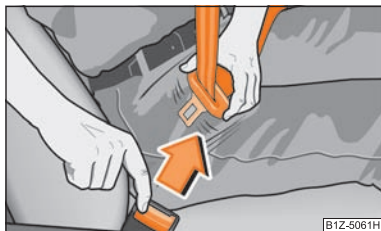

Fig. 94 Retirar la lengüeta del cierre del cinturón
- Pulse la tecla roja situada en el cierre del cinturón ⇒ fig. 94. La lengüeta salta fuera impulsada por un resorte.